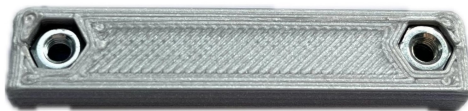

Abb. 8: In den Stopper eingelegte Schraubenmuttern
- (5) Legen Sie jeweils in die vorgesehenen Öffnungen des 05A_Si_V*_GRID_HOLDER_STOPPER eine SCHRAUBENMUTTER (Abbildung 8).